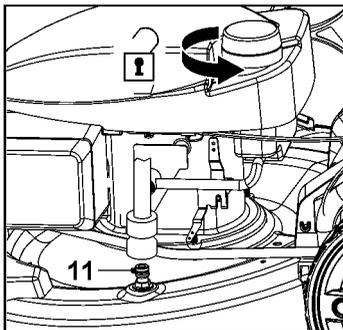

Рис. 27
1. Поверните рычаг топливного клапана (10) в положение ON.
2. Мойку косилки следует проводить на ровном участке с хорошим дренажем. Подсоедините садовый шланг к штуцеру омывания деки (11) на корпусе газонокосилки (рис. 27).
4. Потяните рычаг тормоза (3) и прижмите его к верхней ручке (2), затем слегка потяните ручку стартера (29), чтобы запустить двигатель и режущее лезвие (31).
5. Когда из-под нижней части косилки больше не будет вытекать грязной воды или мусора, заглушите двигатель, отпустив рычаг блокировки (3).
6. Поверните рычаг топливного клапана (10) в положение OFF (ВЫКЛ).